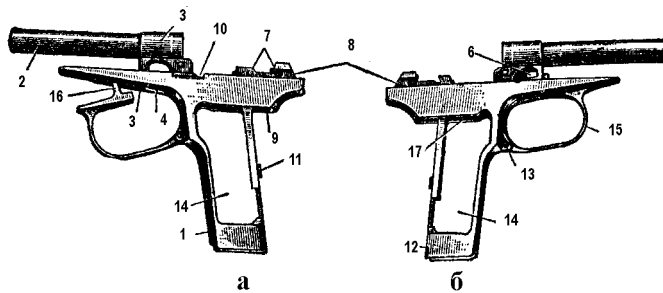

Рис.24. Рамка со стволом и спусковой скобой.
1. Рамка со стволом и спусковой скобой (рис. 24).